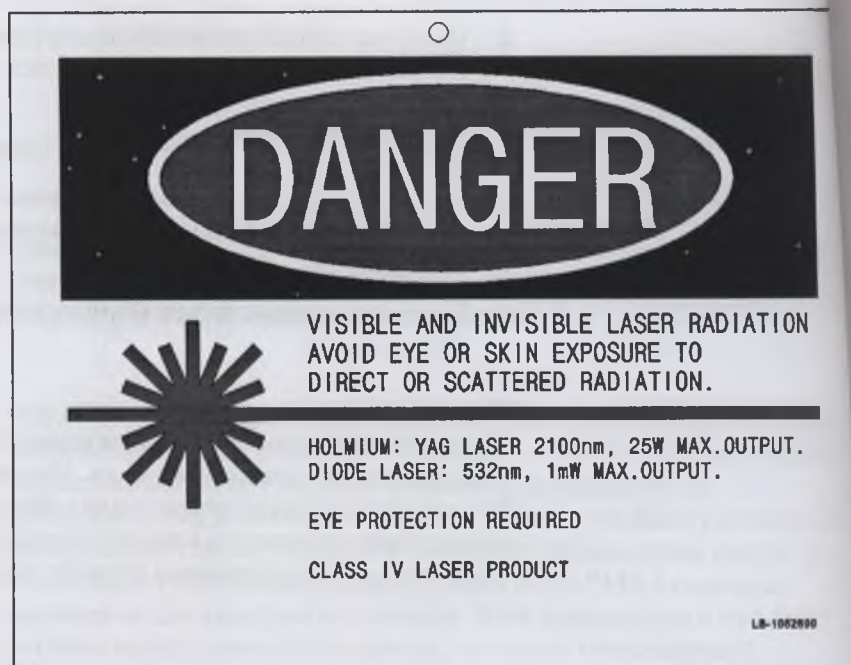

Рис. 2-1: предупреждающий знак для процедурного кабинета
4. Соответствующие предостерегающие знаки размещены в рабочей зоне и непосредственно за ней. Система Pulse 30H представляет собой лазер класса IV; дверной предостерегающий знак для системы Pulse 30H показан в Рис. 2-1.